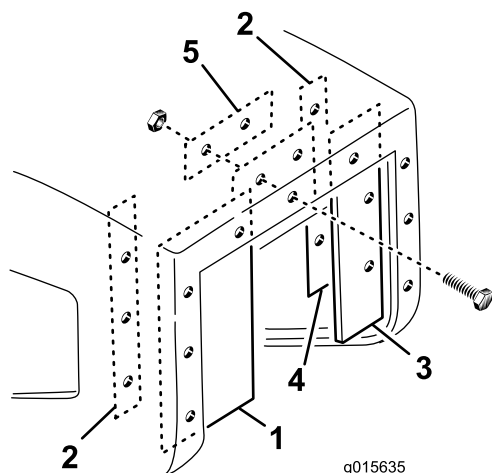

Figura 22
1. Prenda o resguardo largo à borda interior do lado esquerdo na abertura do depósito de recolha com uma chapa comprida, 3 parafusos (n.º 10 x 1 pol.) e 3 porcas flangeadas (n.º 10), como se mostra na Figura 22.
2. Prenda o resguardo estreito à borda interior do lado direito na abertura do depósito de recolha com uma chapa comprida, 3 parafusos (n.º 10 x 1 pol.) e 3 porcas flangeadas (n.º 10), como se mostra na Figura 22.
curta, 2 parafusos (n.º 10 x 1 pol.) e 2 porcas flangeadas (n.º 10), como se mostra na Figura 22.